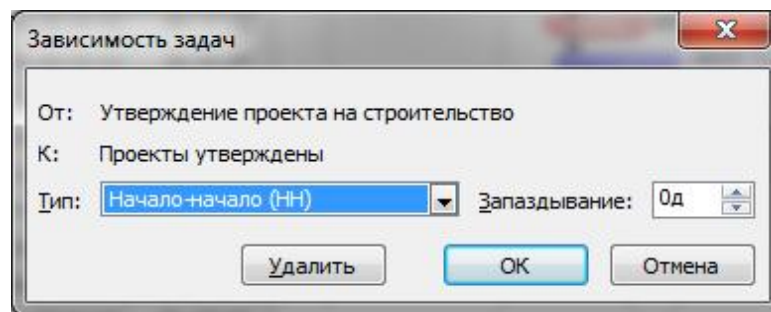

Рис.5. Установка залежності завдань
- якщо завдання пов'язані відношенням слідування, то необхідно продумати можливість зміни типу залежності (наприклад, замість залежності «Закінчення-початок» встановити залежність «Початок-початок» з негативним зміщенням) (рис.5.);